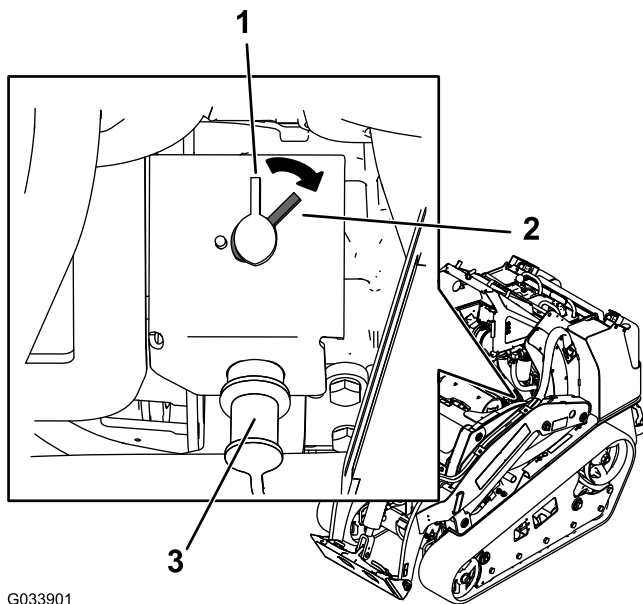

Figura 49
- Para que la máquina reciba energía eléctrica, gire el interruptor de desconexión de la batería en sentido horario a la posición de ENCENDIDO (Figura 49).